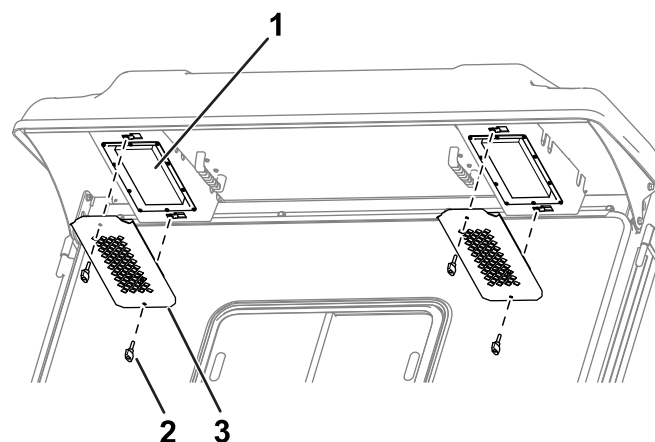

Figura 88
1. Îndepărtați butoanele și grătarele de pe elementele de joasă înălțime din spate (Figura 88).
4. Utilizați butoanele și grătarele pentru a monta filtrele în cabină (Figura 88).